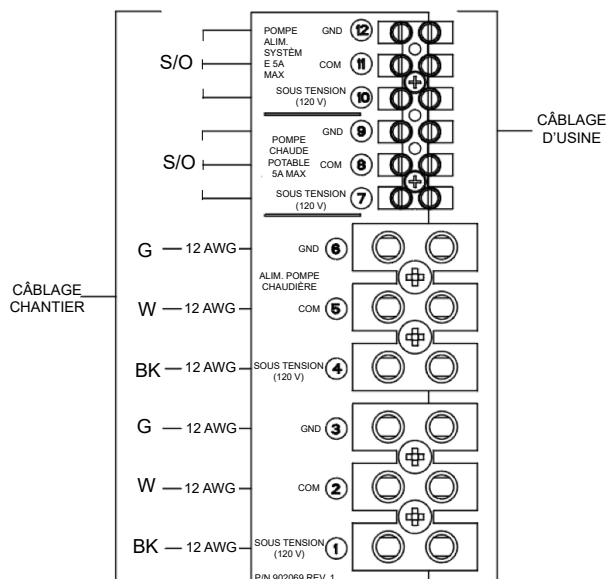

Figure 31. Système en cascade, appareils asservis
1. Une fois l'appareil principal sélectionné, les appareils suivants sont désignés comme étant asservis. Assurez-vous que le micro-interrupteur DIP 2 du VERSA des appareils asservis est placé à la position OFF, voir **Figure 31**.